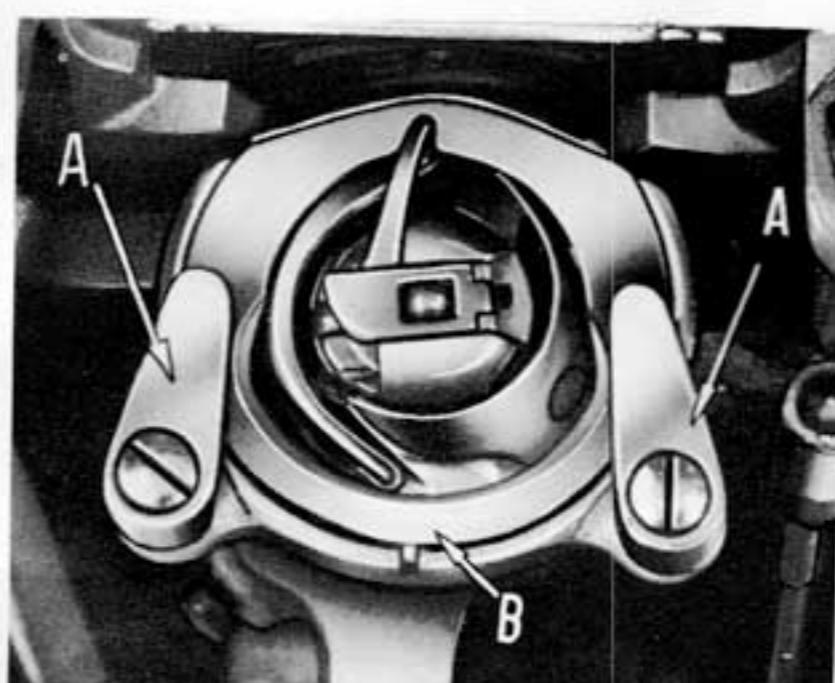

Fig. 10
2. Pull the KNOBS (A) on both side of shuttle race (Fig. 10 & 11) aside, then take out the outside ring and the shuttle body with your fingers.
- 3) Draai de knoppen A. van de grijperbaan (fig. 10) naar buiten-neem de buitenste ring weg en de grijper kan eruit gehaald worden.